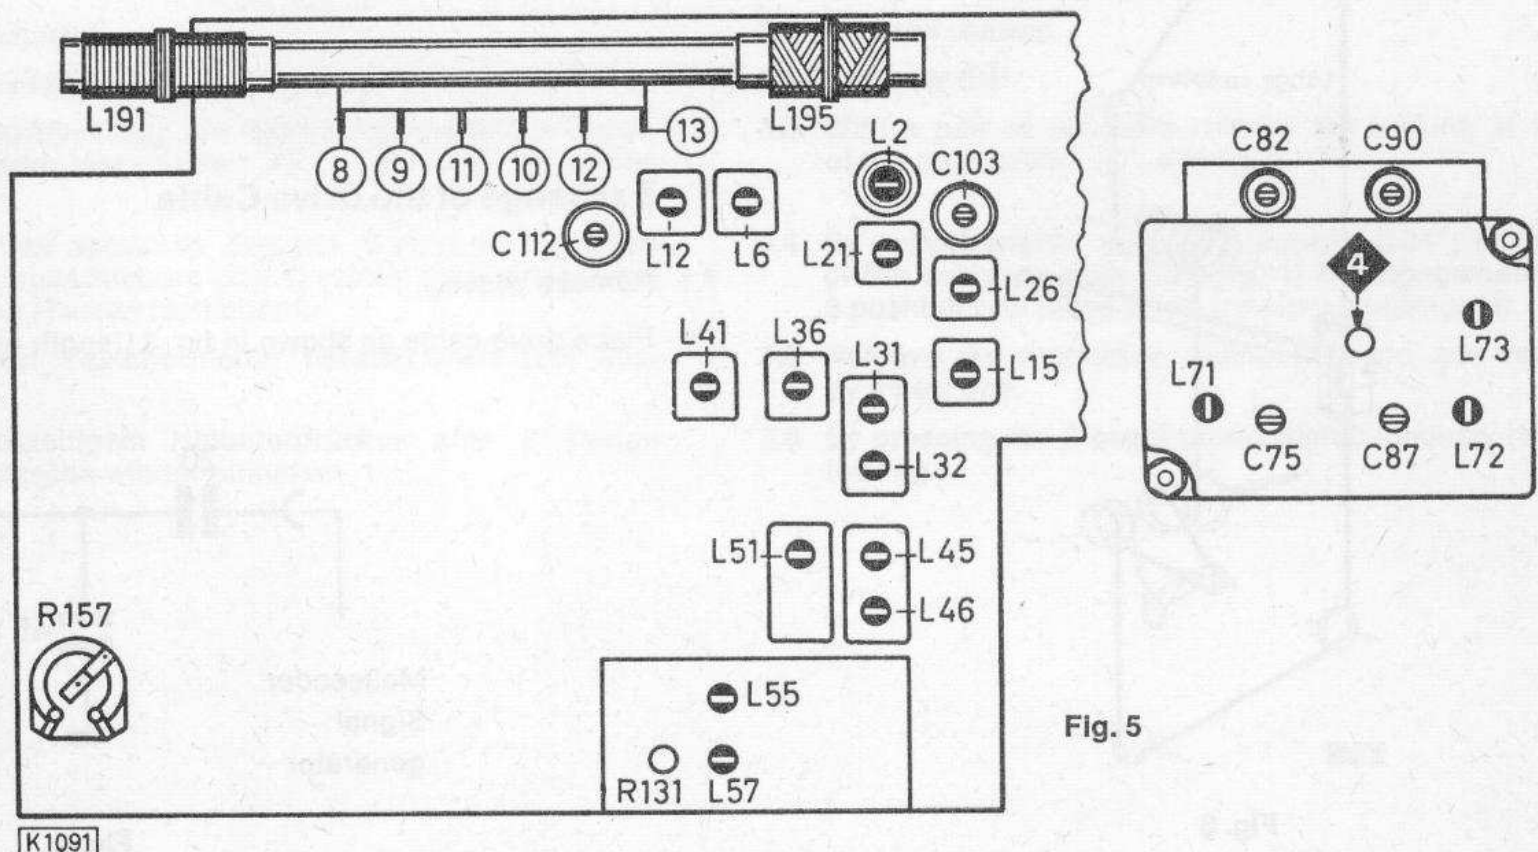

Fig. 5
- 6.5 Den Ruhestrom ca. 1 Minute nach dem Einschalten des Gerätes mit dem Einstellregler R 157 (Fig. 5) auf  $4 \text{ mA} + 20 - 10 \%$  einstellen.
- 6.5 Approx. 1 minute after switching on set, adjust zero signal current via adjuster R 157 (fig. 5) to  $4 \text{ mA} + 20 - 10 \%$ .
- 1) Ein AM-Signal, 400 Hz, 30 % moduliert, soll eine Ratiospannung von 1,0 V erzeugen. Dann mit R 131 ein Spannungsminimum am Outputmeter einstellen, Fig. 5.
- 1) An AM signal, 400 Hz, 30 % modulated, must produce a ratio voltage of 1.0 V. Adjust a voltage minimum at the outputmeter by means of R 131, see fig. 5.